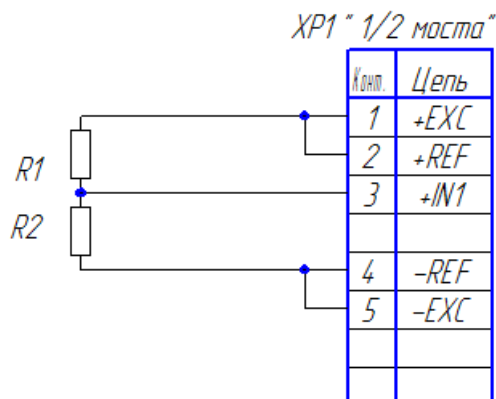

Рис. 2. Входной разъем измерительного канала модуля МН-304
1. Подключение источников сигнала типа «полумост» представлено на Рис. 2.